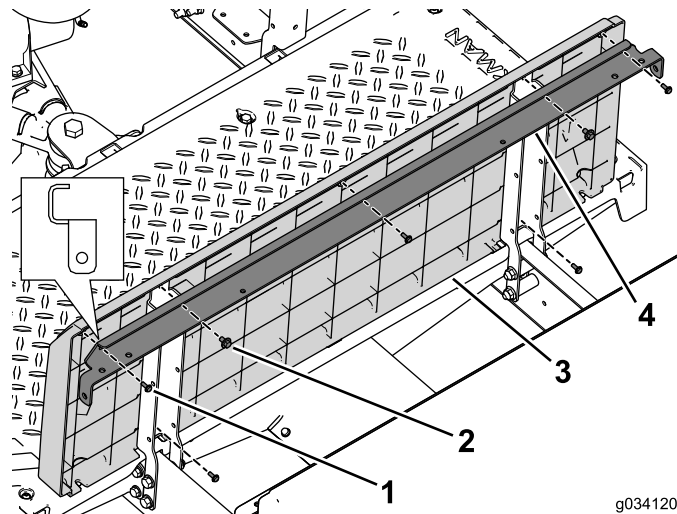

Bild 40
4. Befestigen Sie die abgewinkelte Stützhalterung und die Platte des Sitzunterteils mit den zwei Schrauben mit Scheiben ($\frac{1}{4}$ " x $\frac{1}{2}$ ") an der linken und rechten Sitzstütze (Bild 40).
5. Befestigen Sie die hintere Platte mit den fünf Schrauben (Nr. 10 x $\frac{1}{2}$ ") an der Sitzstrebe und den Sitzstützen (Bild 40).